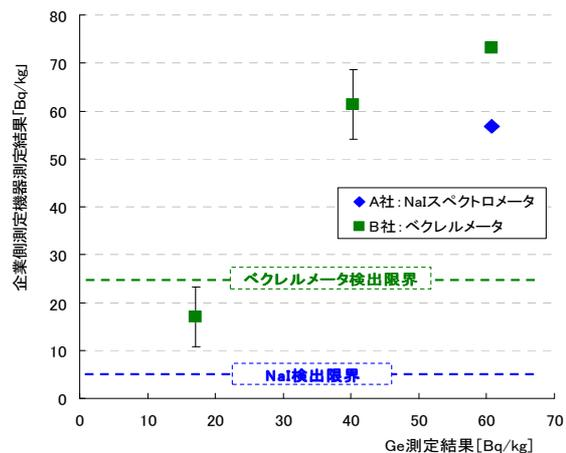

図2 比較用試料を用いたクロスチェック
- ・ 比較用試料(放射性Cs:61Bq/kg)の測定 (図2参照) では、Ge測定値の約93%でほぼ正確だった。